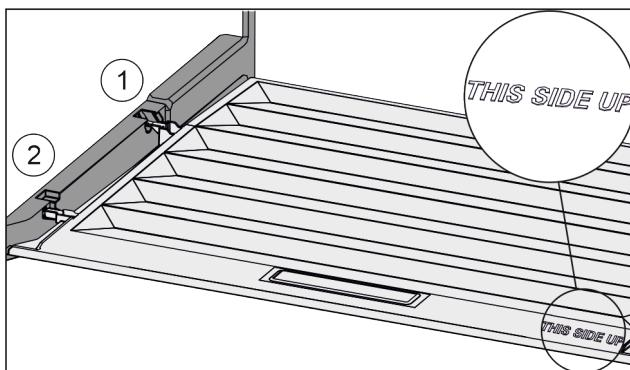

Fig. 47
- Вставить поперечные ребра крышки через отверстие заднего держателя Fig. 47 (1) и защелкнуть спереди в держателе Fig. 47 (2).